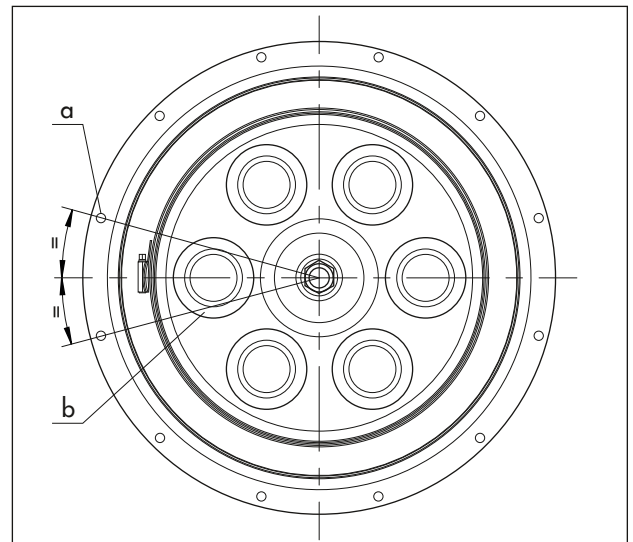

Fig. 24 : Alignement de la membrane
5. Plaquer la nouvelle membrane (A4). Veiller à ce que la membrane soit alignée correctement par rapport à l'assiette. La ligne imaginaire entre les repères de centrage de deux ressorts opposés dans l'assiette de membrane doit passer entre deux trous de fixation de la membrane (cf. Fig. 24).
350 et 700 cm² : Tourner la vis de fermeture du collier de serrage jusqu'à ce qu'il ne reste plus qu'un interstice de quelques millimètres entre la membrane (A4) et le collier de serrage (A6). Placer et aligner le fouloir (A19) sous la fermeture du collier de serrage (cf. Fig. 24). Serrer à fond la vis de fermeture à l'aide d'un outil approprié. Respecter les couples de serrage prescrits.
6. Plaquer la nouvelle membrane (A4). Veiller à ce que la membrane soit alignée correctement par rapport à l'assiette. La ligne imaginaire entre les repères de centrage de deux ressorts opposés dans l'assiette de membrane doit passer entre deux trous de fixation de la membrane (cf. Fig. 24).